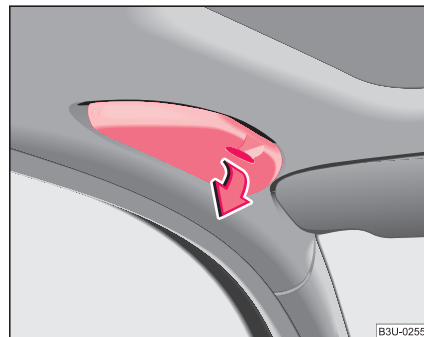

Fig. 90 Compartiment de depozitare pentru ochelari
- Compartimentul de depozitare se deschide prin rabatare în direcția săgeții ⇒ Fig. 90.